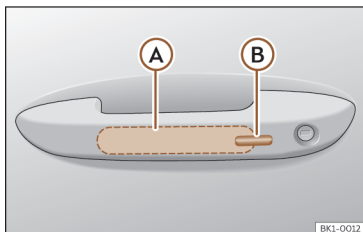

Fig. 72 Manípulo da porta: superfícies sensoras.
>>> **Fig. 72**
- Toque na superfície sensora >>> **Fig. 72 (B)** situada no lado exterior do manípulo da porta. Todos os indicadores de direção piscam uma vez.
- Antes de passarem 5 segundos, toque uma vez no sensor do lado exterior do manípulo da porta >>> **Fig. 72** . Ao fazê-lo, não agarre o manípulo. O sistema Keyless Access fica desativado temporariamente.